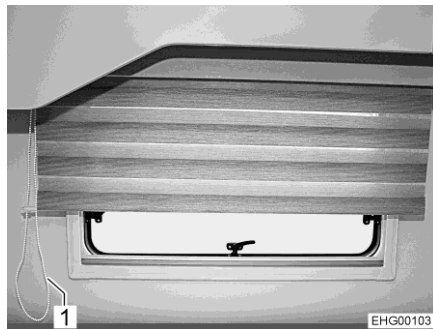

Fig. 83 Tenda a rullo Vario, zona di coda
- Tirare il filo della catenella (Fig. 83,1) che chiude la tenda a rullo Vario, finché la tenda a rullo Vario non si trova nella posizione desiderata.
- Tirare il filo della catenella (Fig. 83,1) che apre la tenda a rullo Vario, finché la tenda a rullo Vario non si trova nella posizione desiderata.